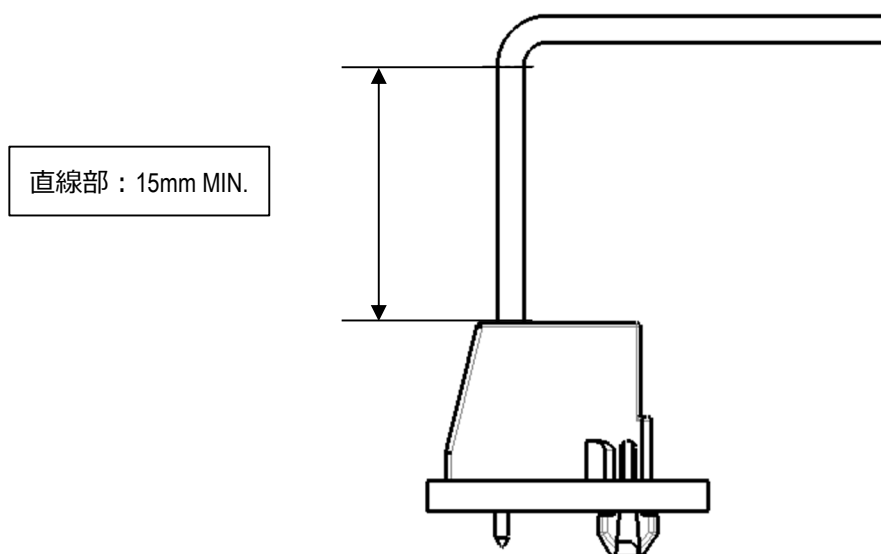

図.32 電線引き出し方法
- ① 電線を横に引き出す場合は、端子と側壁に過度な力が掛からない様に図 32 に示す直線部(最低 15mm)を設けて下さい。
- ② 直線部を設け、任意の R で電線を曲げて横方向に引き出して下さい。